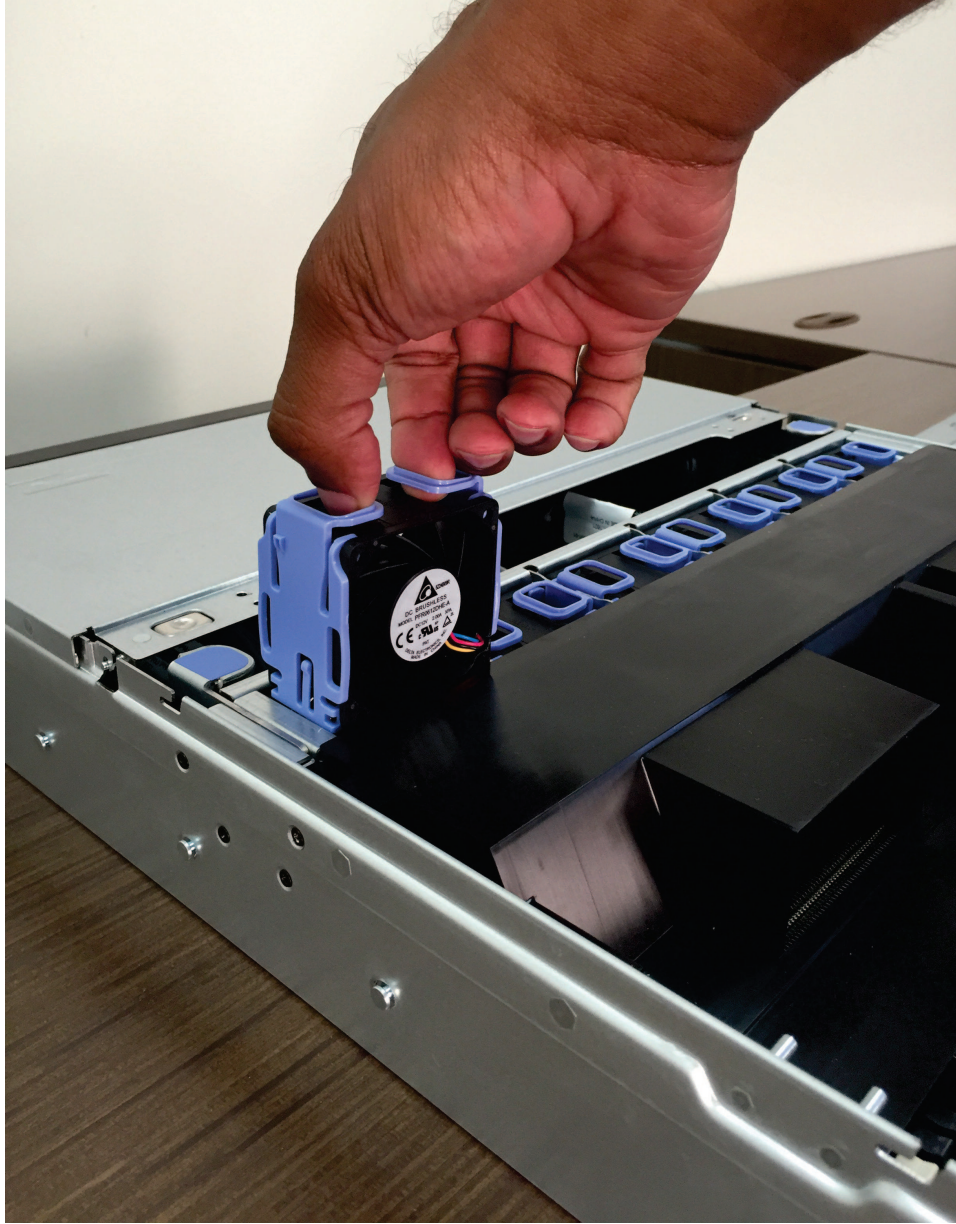

图 177. 更换 2145-SV1 风扇
4. 将风扇插入到风扇组合件支架中的风扇插槽中，然后向下按，直至其就位，如第 218 页的图 177 中所示。